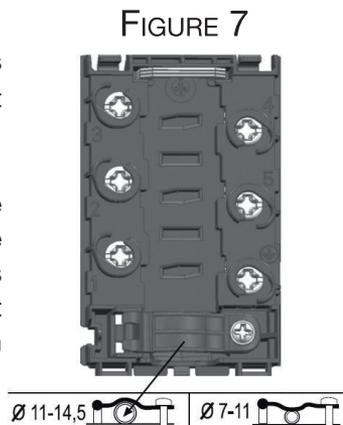

FIGURE 7
- Passez le câble d'alimentation sous le serre-câble qui le maintient en place et le protège contre l'arrachement (voir figure 7). Si vous n'avez pas encore vissé le serre-câble, faites-le maintenant pour qu'une extrémité du câble d'alimentation soit fixée au boîtier.